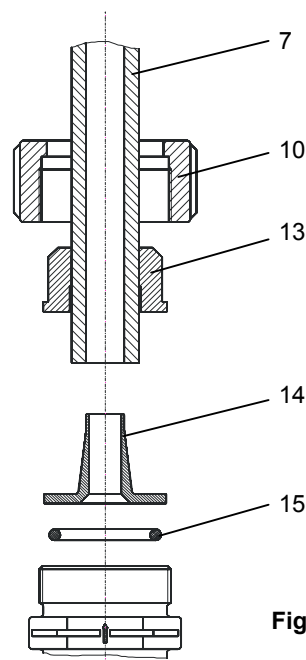

Fig. 4-11
4.3.3 Conexión de aspiración e impulsión con anillo de compresión (fig. 4-11)